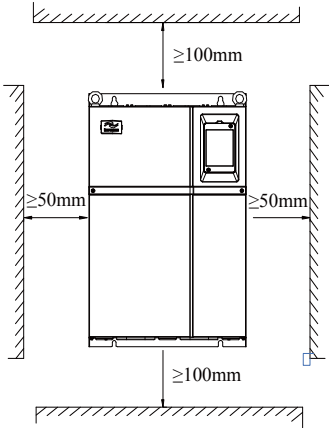

图 3-1 MD050 系列安装示意图
- 2) 安装空间遵照图 3-1 所示，保证能量回升单元的散热空间。但布置时请考虑柜内其它器件（能量回升电抗器、滤波电抗器等）的散热情况。